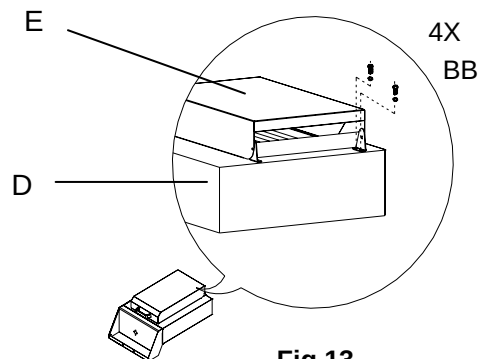

Fig.12
8b) Fixez le couvercle du brûleur latéral (E) à l'étagère du brûleur latéral (D) à l'aide des quatre vis à tête bombée 5/32 po x 10 mm avec les rondelles de blocage (BB) (voir Fig. 12).